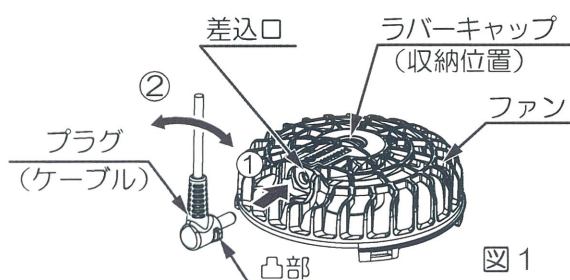
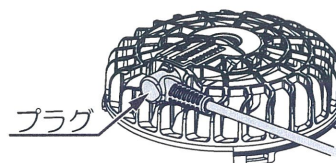

図1 ケーブル着脱時
図2 使用状態
ファンにプラグを差し込むときは、図1の向きで差し込み、左右どちらかに倒して固定してください。図2
- ・ 図1以外の向きでプラグを差し込むとプラグの左右にある凸部がファンに接触し、取付けることができません。